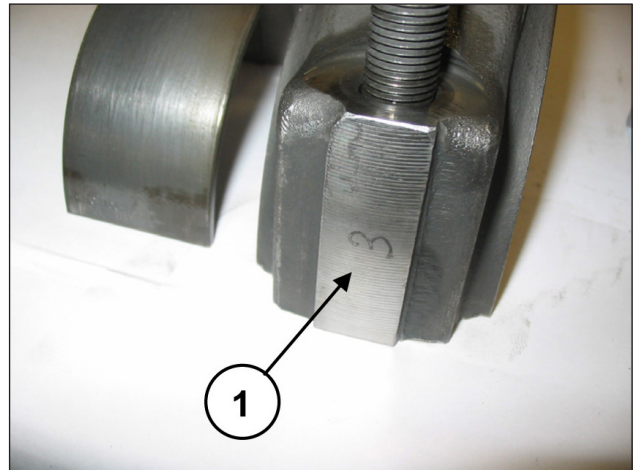

Fig. 42
Acoplar las semibiela en los sombreretes ya desmontados, controlando la numeración (pos. ①, Fig. 42).
Separar los sombreretes de las semibielas; controlar los números laterales para emparejarlos de manera correcta (pos. ①, Fig. 42).